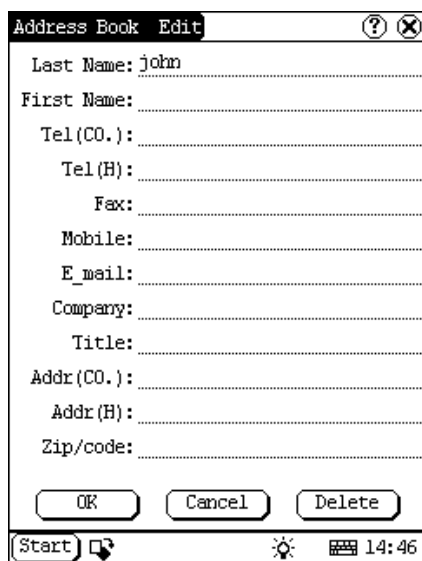

Abb. 4-21
- 2) Dann können die Informationen über die Person in dem geöffneten Interface bearbeitet werden. Siehe Abb. 4-21.